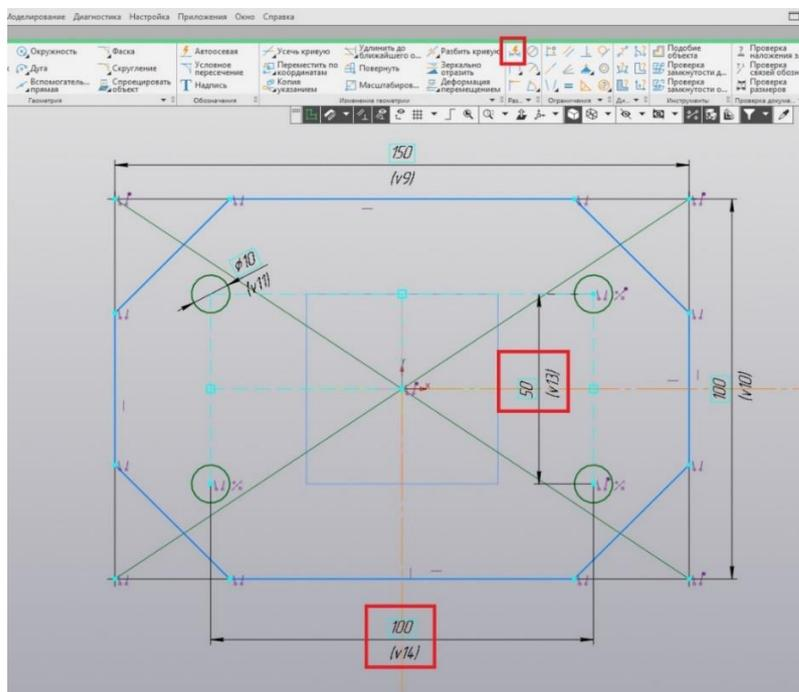

Рис. 11
8. Далее при помощи команды «Автора размер» проставляем размеры между центрами окружностей (рис. 11).